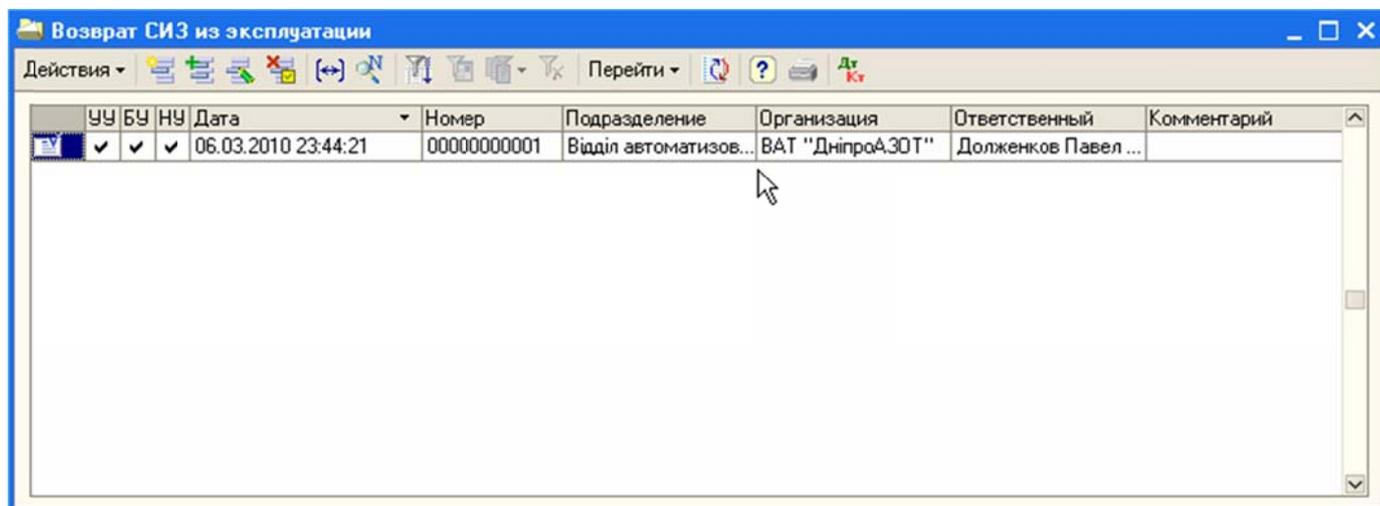

Рисунок 86 – Список документов «Возврат СИЗ из эксплуатации»
1. Открыть список документов «Возврат СИЗ из эксплуатации» (Рисунок 86), используя главное меню программного комплекса (Обеспечение -> Возврат СИЗ из эксплуатации).